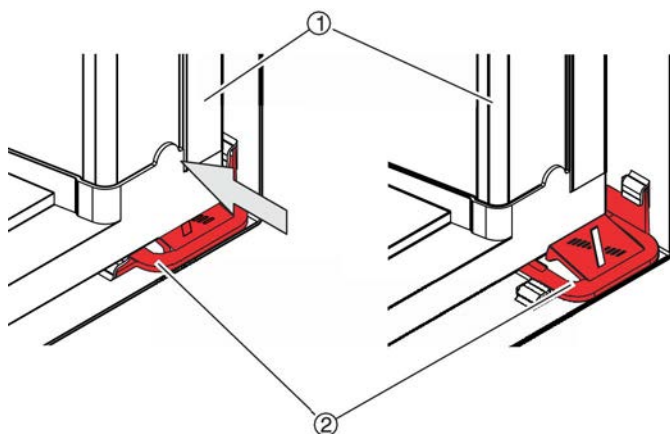

Fig. 27: L'élément filtrant se verrouille
7. ▶ Introduire le nouvel élément filtrant (Voir la Fig. 27/1) à l'intérieur et sur les fixations à ouverture rapide (Voir la Fig. 27/2) jusqu'à ce qu'il se verrouille.